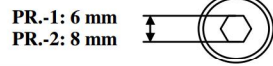

Fig. 1
Заводская настройка (FS) может быть изменена в соответствии с числом оборотов штока (см. Рис. 1), указанным в нижеприведенной таблице. Выполняйте процедуру настройки перед любым монтажом. После запуска системы необходимо манометром проверить настройку регулятора.